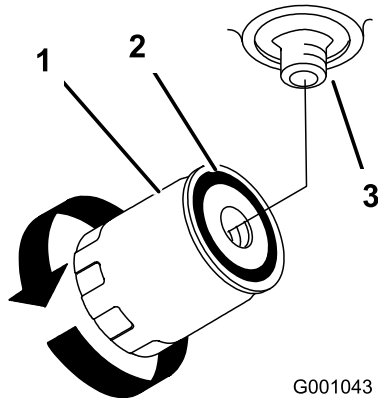

Figure 75
3. Appliquez une fine couche de liquide hydraulique sur le joint en caoutchouc du filtre de rechange (Figure 75).
en caoutchouc vienne toucher l'adaptateur du filtre. Serrez ensuite le filtre de 1/2 tour supplémentaire (Figure 75).